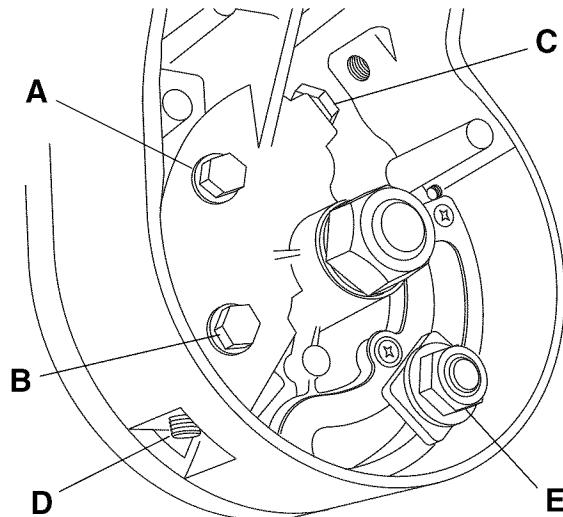

Figura 6. Calibración de la hoja a 0 grados (en ángulo recto con la mesa)
- Afloje los tornillos de cabeza "A" y "B" con la llave de tuercas de 10 mm, cuando menos una vuelta completa (Figura 6).
- Ponga la llave Allen de 4 mm en la herramienta universal y dentro del tornillo de ajuste "D" (Figura 6).
- Afloje el tornillo de ajuste "D" con la llave de 4 mm, cuando menos 3 vueltas completas (Figura 6).
- Ponga una llave de tuercas plana de 17 mm en la cabeza del tornillo "E" (Figura 6).